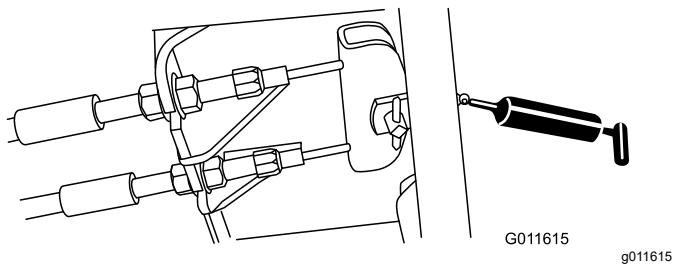

Рисунок 35
- Педаль тормоза (1 шт.) —Рисунок 35